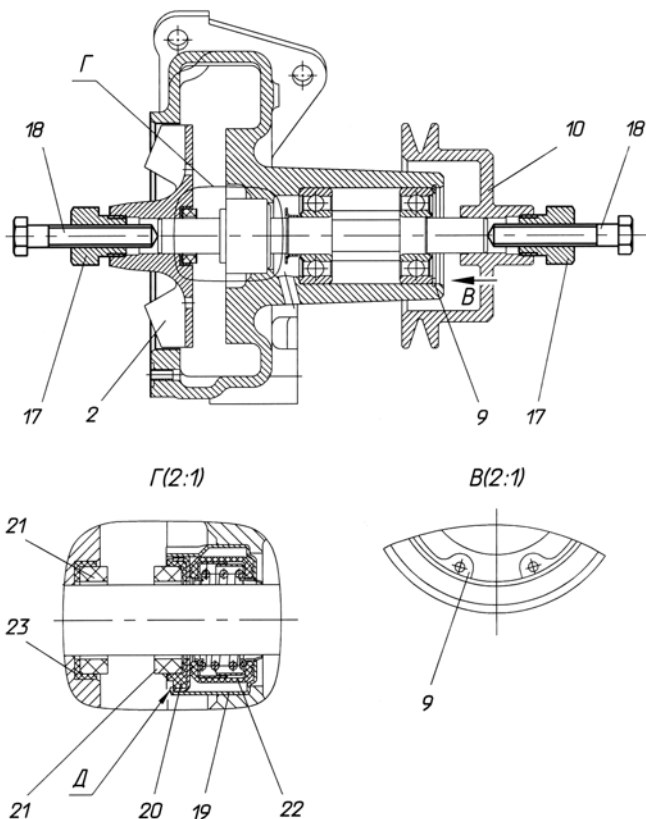

Рис. 104. Разборка водяного насоса:
- 9 Завернуть в резьбовое отверстие (M22x1,5) крыльчатки 2 гайку 17 съемника (рис. 104, 105) и, вворачивая болт 18, спрессовать крыльчатку 2 с вала 5.
- 10 Отогнуть «усы» Д корпуса 19 торцового уплотнения (рис. 104) и извлечь манжету 22 с пружиной и каркасами в сборе.
- 7 Установить в латунный корпус 19 (рис. 104) детали торцового уплотнения;